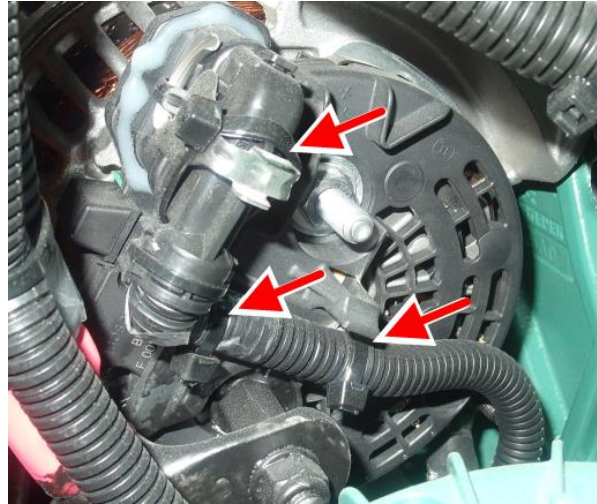

FIGURE 49
10. Brancher le câblage d'alternateur sur le connecteur de l'alternateur supérieur et fixer le câblage avec des attaches de nylon p/n 504637 placées aux endroits indiqués par les flèches rouges sur la FIGURE 49.